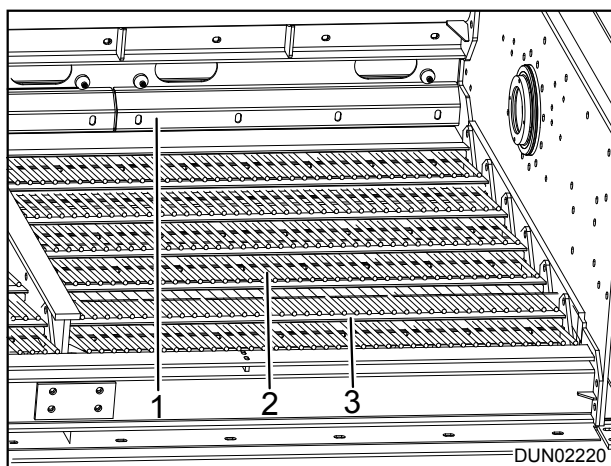
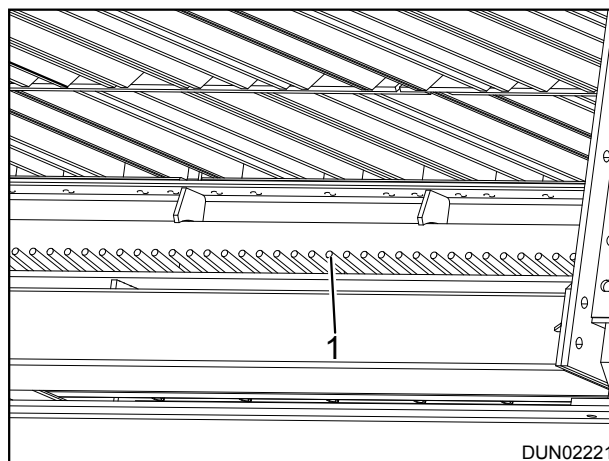

Figure 9.35 - Gaasklemmen
Figure 9.36 - Gehaakt einde van het gaas aan het bevestigingsvlak
4. Verwijder alle gaasklemmen (item 1), zie afb. 9.35.
5. Verwijder het gaas (item 2) door het uitvoereinde van het rooster.
6. Haal al het materiaal van het rooster af, vooral langs de zijkanten waarop het zeefgaas is vastgeklemd. Verzekert u ervan dat de rubberen kussens (item 3) van de ondersteunende gaasstangen in goede staat verkeren.
8. Bevestig één van de gehaakte einden (item 1, zie afb. 9.36) aan het vlakke deel van het uitvoereinde. Bevestig de klemplaat (item 1, zie afb. 9.35) aan de andere haak en zet hem vast.